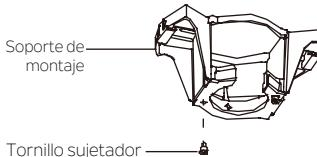

Fig. 6
Paso 2 : Ahora debe retirar uno de los dos tornillos sujetadores en el soporte de montaje y guárde lo para su uso posterior. Afloje el segundo tornillo sujetador sin quitarlo por completo. (Fig. 6)